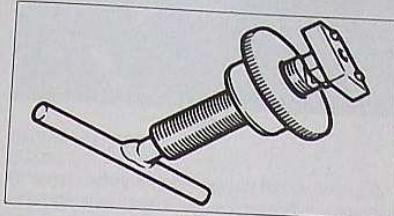

FIG. 8
- repousser le piston dans le fond de l'étrier (à l'aide de l'outil 0805-JZ) (Fig.8) en le tournant dans le sens des aiguilles d'une montre.